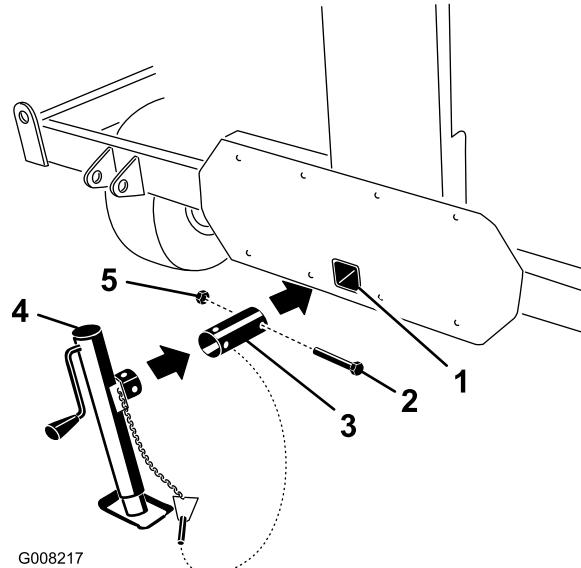

Figura 8
2. Inserite il tubo del cavalletto nel foro di montaggio della barra di traino (Figura 8).
4. Con il bullone e il dado precedentemente rimossi, fissate il tubo al processore core (Figura 8).
5. Inserite il cavalletto metallico nell'apposito tubo, allineate i fori di montaggio e fissate con l'acciarino (Figura 8 e Figura 9).